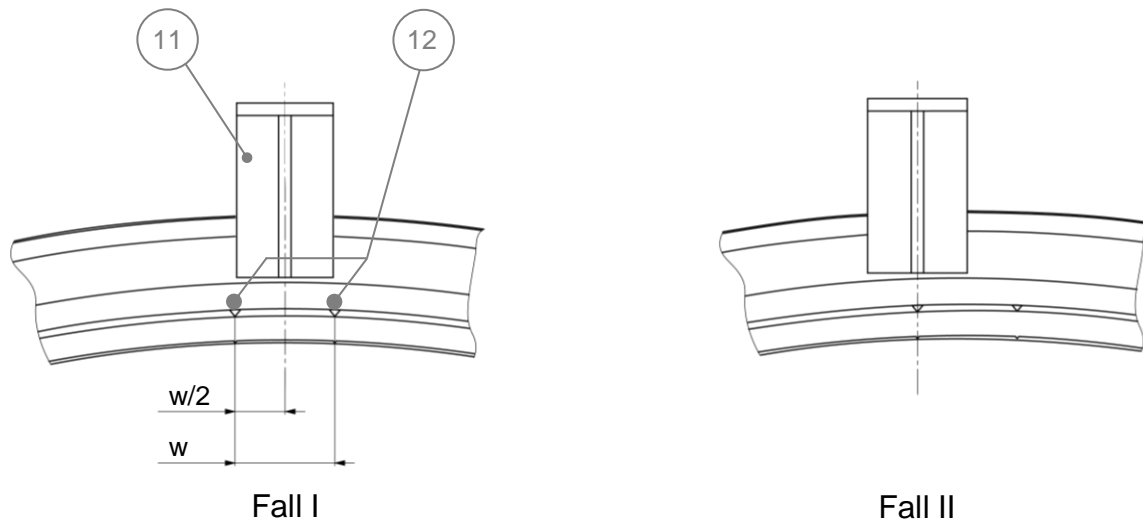

Bild 8: Verschleißanzeige
Bild 8 in Abschnitt 5.2.
- Bild 8. In neuem Zustand (Fall I) liegt die Verschleißanzeige in der Mitte. Wenn die Verschleißgrenze erreicht ist (Fall II), muss die gesamte Kupplung ausgetauscht werden.